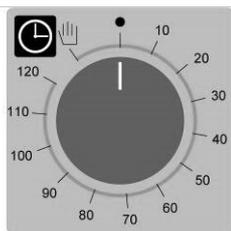

Fig. 1
**Programación del tiempo de cocción** - El horno se pone en funcionamiento girando la perilla del programador (Fig. 1) hacia el símbolo  (funcionamiento continuo) o en correspondencia del tiempo escogido para la cocción (hasta 120 minutos); en el segundo caso, el horno se apaga automáticamente cuando finaliza la cocción.